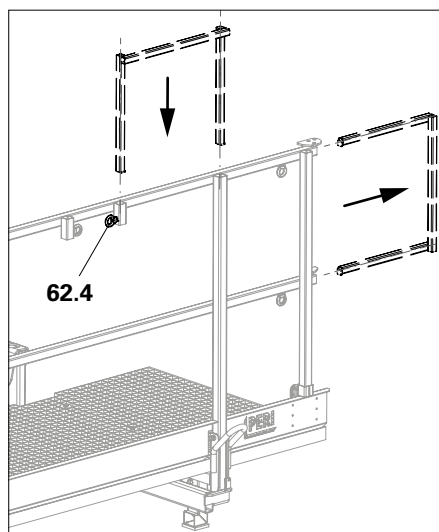

Fig. A7.08e
- Pour stocker l'extension du garde-corps (62.5), retirer l'extension et l'insérer dans les manchons sur le longeron supérieur en le tournant à 90 ° puis le fixer avec la vis pointeau (62.4) – possible à droite et à gauche. (Fig. A7.08e)
- Stocker l'extension du garde-corps de la plate-forme de bétonnage, voir la Fig. A7.08e.